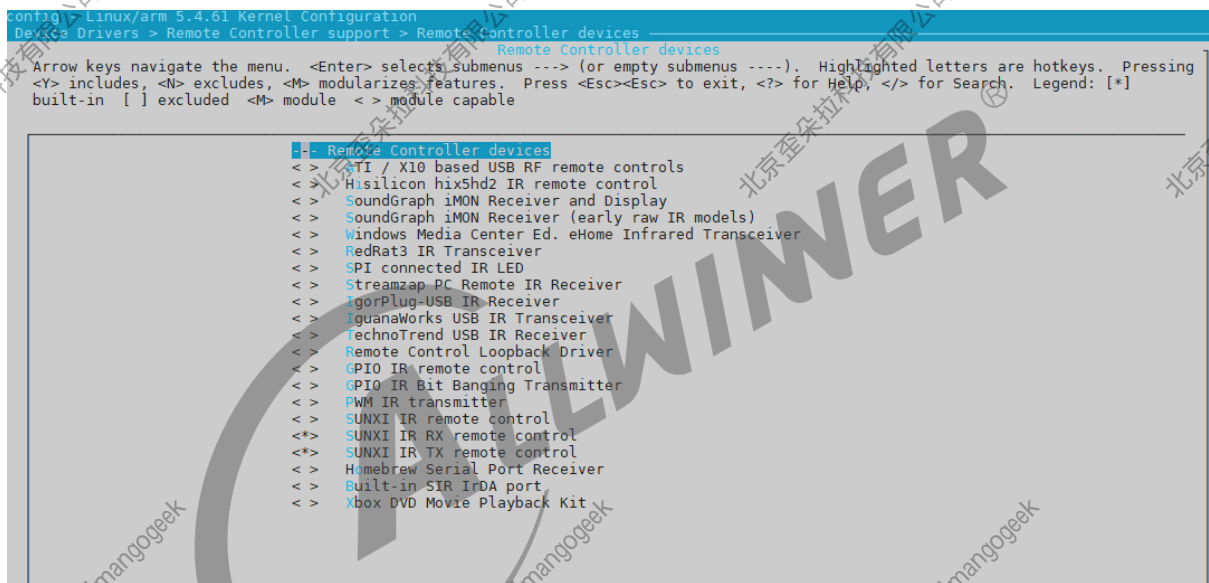

图 4-3: Linux-5.4 SUNXI IR 驱动配置界面
3. 最后选择设备驱动，以 R528 为例，这里使用的是 SUNXI IR RX remote control 以及 SUNXI IR TX remote control，如图 4-3 所示：